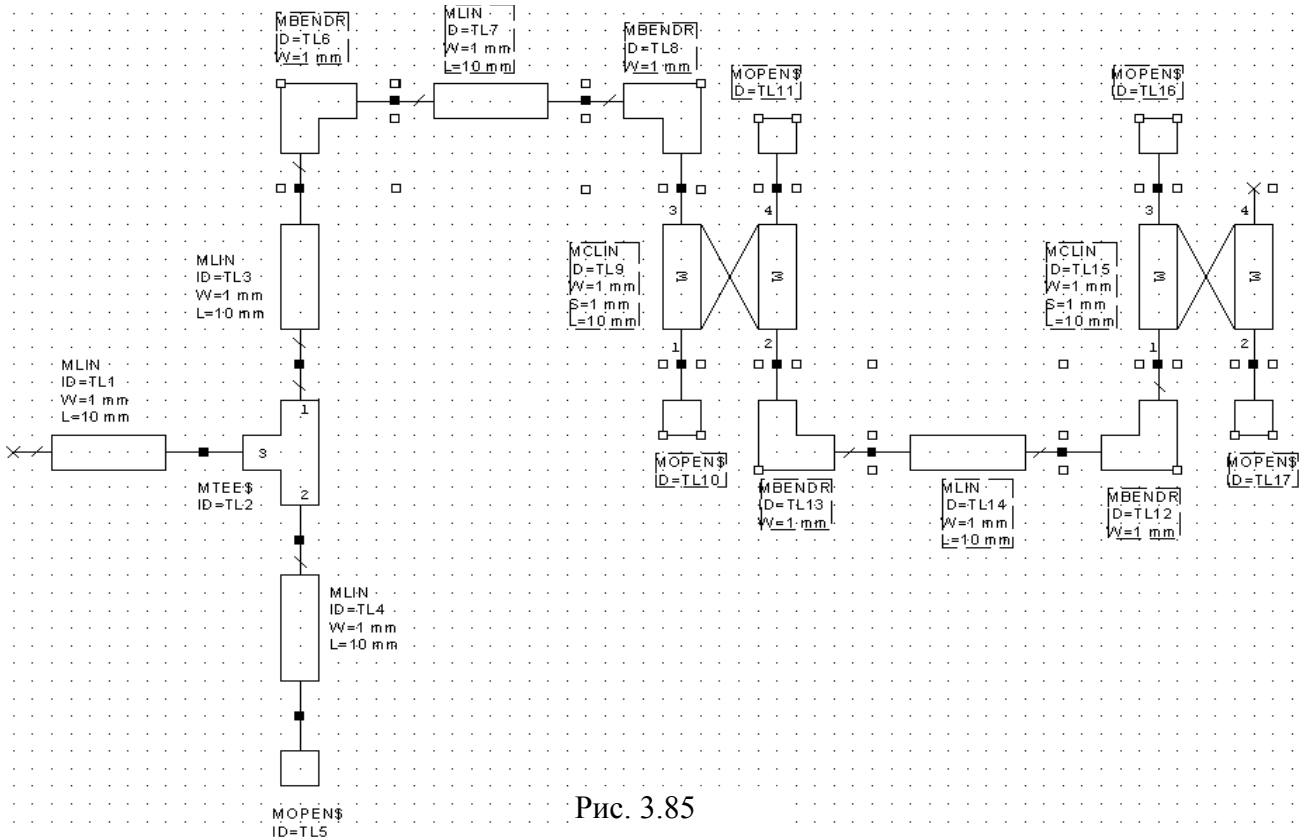

Рис. 3.85
13. Скопируйте элемент **MOPENS** и подключите его к плечам 2 и 3 последнего элемента **MCLIN** (рис. 3.85).
14. Нажмите клавишу **Shift** и, щёлкая мышкой по элементам, выделите элементы с **ID=TL6** по **ID=TL17** (рис. 3.85) и скопируйте их, щёлкнув по значку **Copy** на панели инструментов.